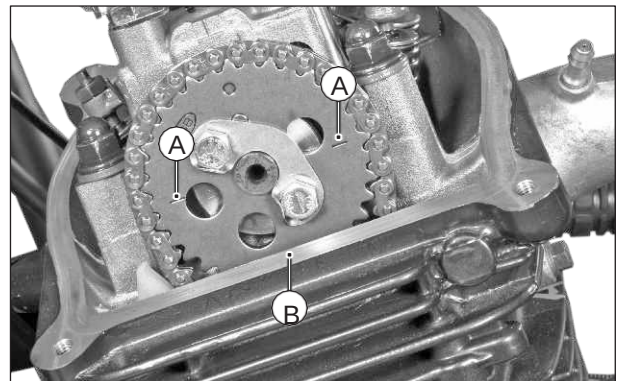

Fig. 3.36
- Una vez la 5ta marcha este engranda gire cuidadosamente la rueda trasera hasta alinear las marcas del piñón de distribución (A) con la superficie plana de la culata (B), de forma que queden paralelas. (Fig. 3.36)